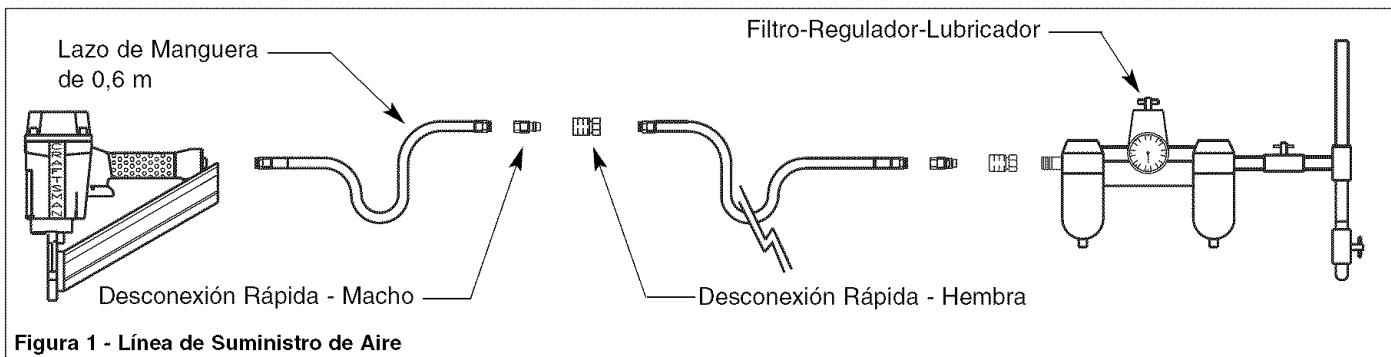

Figura 1 - Línea de Suministro de Aire
Refiérase a la Figura 1 (página 9).
- Se requiere un sistema de filtro-regulador-lubricador, el cual se debe colocar tan cerca de la herramienta como sea posible (vea la Figura 1, página 9). Recomendamos una distancia no mayor a 4,6 m.